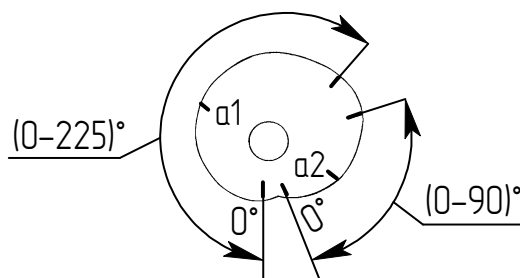

Рисунок 1 – Профильный кулачок
- ослабить крепление кулачков (3) и (6), отвернув с помощью ключа гайку (1) на 1-2 оборота;
- поворачивать кулачок (3) привода микровыключателя с помощью ключа до срабатывания микровыключателя (8) ограничения начального положения;
- поворачивая кулачок (6) с помощью ключа, установить риску у начала подъема выбранного профиля (рисунок 1) напротив подшипника (14). Установить начальное положение выходного сигнала с помощью резистора "0 %";
- закрепить кулачки (3) и (6) гайкой (1);
- перемещая выходной орган, проверить настройку микровыключателей (8) и токового сигнала. При необходимости откорректировать настройку;
- стрелку (16) установить против отметки "0" шкалы;
- ослабить винты (19), установить флажок указателя (18) напротив стрелки (16), затянуть винты (19).
- ослабить с помощью ключа гайку (1);
- установить стрелку (16) в положение, соответствующее символу  ("ЗАКРЫТО") на шкале (17). Закрепить кулачки гайкой (1);
- установить выходной орган механизма в конечное положение (положение регулирующего органа "ОТКРЫТО"). Ослабить крепление кулачков гайкой (1). Повернуть кулачок микровыключателя S1 ("ОТКРЫТО") до срабатывания контактов микровыключателя. Закрепить кулачки гайкой (1);